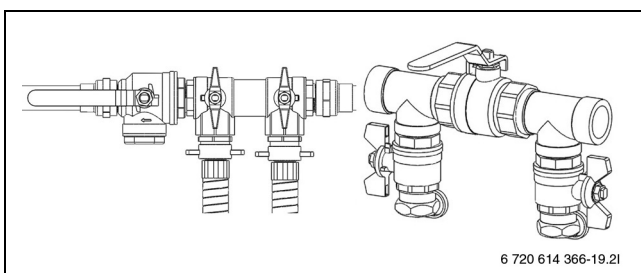

Bild 36 Påfyllnadssatser i påfyllningsläge
- ▶ Vrid ventilerna på påfyllnadssatsen så att de står i påfyllningsläge (→ Bild 36).